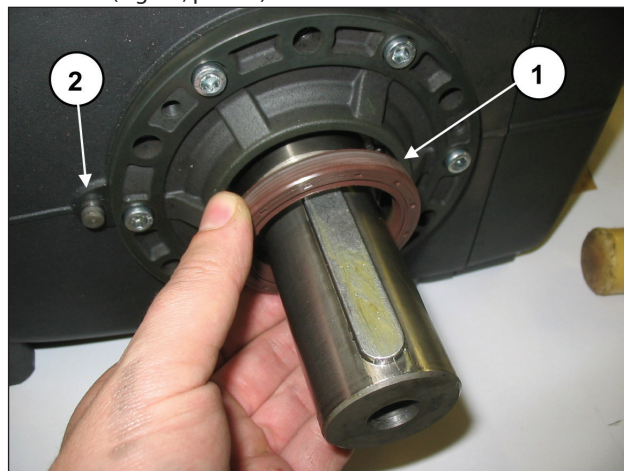

Fig. 33
Per modificare la versione applicando il gruppo riduttore dove non previsto, è necessario rimuovere il paraolio albero (Fig. 33, pos. ①) ed inserire sul carter la spina Ø8 di riferimento scatola riduttore (Fig. 33, pos. ②).
Procedere quindi con le operazioni specificate al par. 2.1.4. Nel modificare la versione, rimuovendo il gruppo riduttore dove previsto, è necessario introdurre l'anello paraolio albero nella sede sul coperchio laterale utilizzando l'attrezzo cod. 27904800 (Fig. 33, pos. ①).